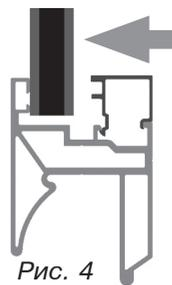

Рис. 4
- переместить светопрозрачную вставку к наружной стороне профиля панели (рис.4)